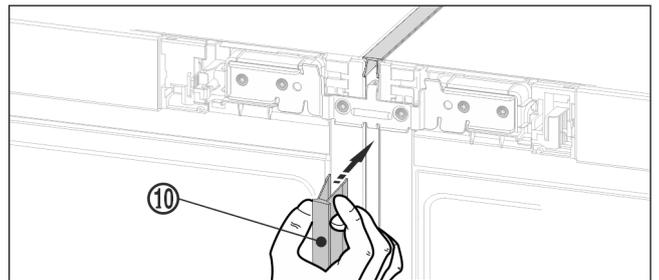

Fig. 20
- ▶ 在设备正面将长护板条 Fig. 20 (10) 压入垂直缝隙中。注意，护板条位于连接板上。